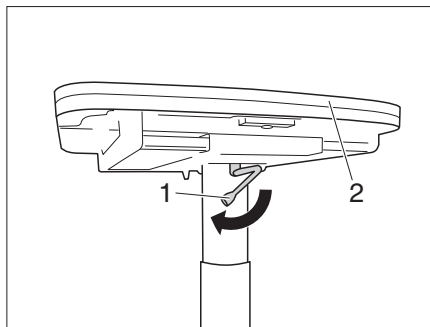

Bild 107 Sänk bordet
- Vrid låsspaken (Bild 107,1) till vänster. Spärren är öppen.
- Tryck ner bordsskivan (Bild 107,2) i mitten och håll den nertryckt.
- Vrid låsspaken (Bild 107,2) till höger. Lyftbordet är låst.